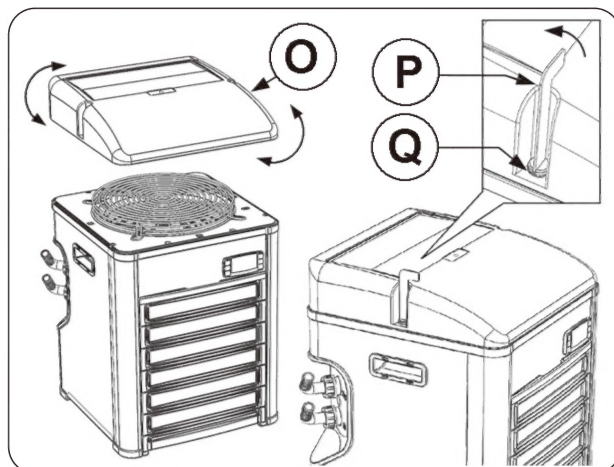

図4
- 3) 付属のレンチ(図4のP)でエアコンベヤーのネジ(図4のQ)を緩め、エアコンベヤーを取り外します。